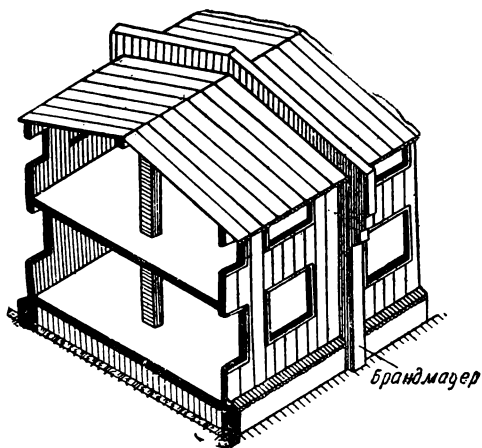

Рис. 44. Брандмауер.
**Брандмауеры.** При строительстве зданий обычно предусматривается ряд противопожарных мероприятий. Так, например, чтобы не дать возможности, в случае пожара, распространяться огню из одного здания в другое, а также из одной части здания в другую возводятся особые стены брандмауеры (рис. 44).